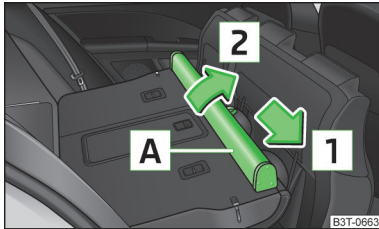

Abb. 121
- Das Gehäuse **A** in Pfeilrichtung **1** schieben und aus den Aufnahmen am Rücksitz in Pfeilrichtung **2** » Abb. 121 herausnehmen.
- Die Aussparungen des Gehäuses **A** » Abb. 121 in die Aufnahmen an den Rücksitzlehnen einsetzen.